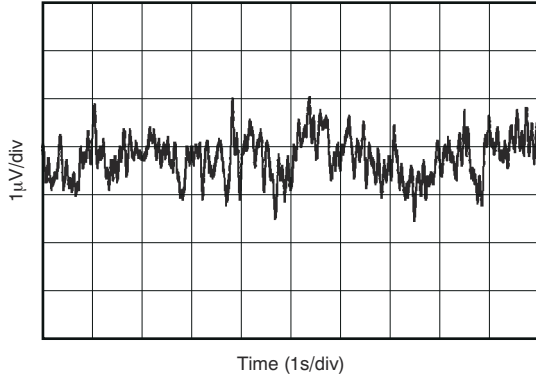

図 5-13. 0.1Hz~10Hz のノイズ
0.1Hz~10Hz のノイズ	<a href="#">図 5-13</a>